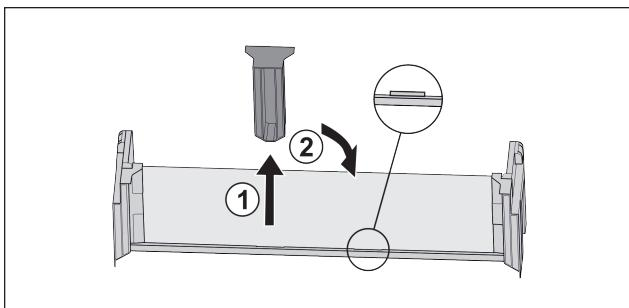

Fig. 54
► Snemite sredinski držalni del Fig. 54 (1).
► Sredinski držalni del vstavite na drugem položaju Fig. 54 (2).